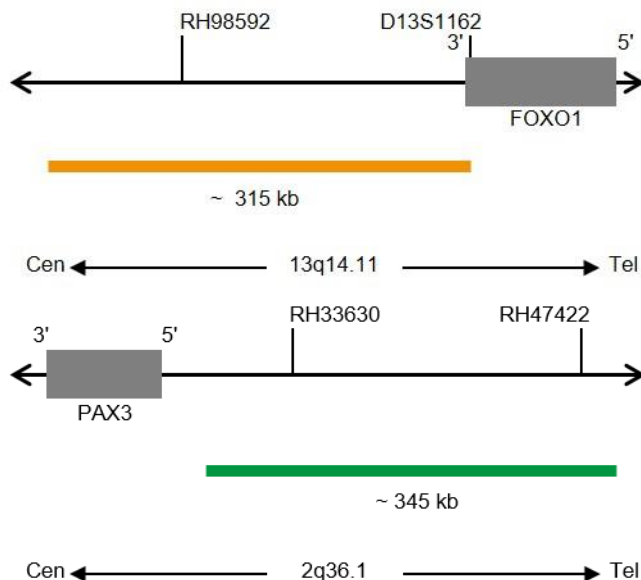

Fig. 1 : En haut : Carte de la sonde SPEC FOXO1 ; En bas : Carte de la sonde SPEC PAX3 (pas à l'échelle)
- Polynucléotides marqués au ZyOrange (excitation 547 nm/émission 572 nm) (~4,5 ng/ μ l), qui ciblent une séquence de 13q14.11* (chr13:40,816,168-41,132,595) proximale de la région des points de rupture de FOXO1 (voir figure 1).
- Polynucléotides marqués au ZyGreen (excitation 503 nm/émission 528 nm) (~10 ng/ μ l), qui ciblent une séquence de 2q36.1* (chr2:223,196,078-223,539,352) distale de la région des points de rupture de PAX3 (voir figure 1).